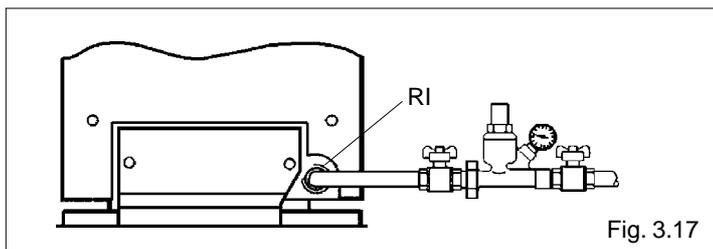

Fig. 3.17
- cerrar todos los dispositivos de interceptación de la instalación del agua (fig. 3.17).